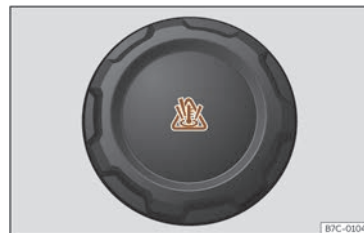

Fig. 212 Van dianteiro: tapón do depósito de expansión do líquido refrigerante.
- O depósito de expansión do líquido refrixerante do motor recoñécese polo símbolo que hai sobre a tapa  >>> **fig. 212**